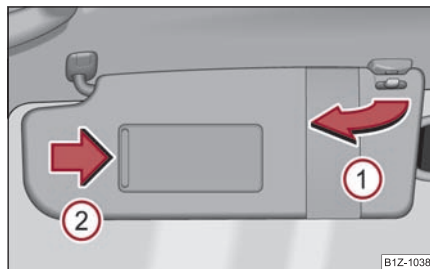

Fig. 58 Parasolarele: Răbătirea
Parasolarul conducătorului și al pasagerului din dreapta pot fi scoase din suporturi și îndreptate către uși ① ⇒ fig. 58.